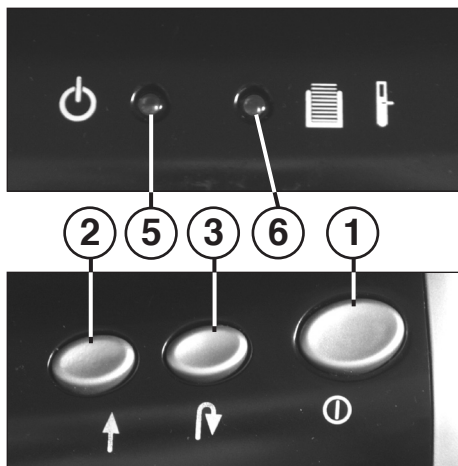

Abb. 1
- 1 = Druckschalter „Betriebsbereit“ (Abb. 1)
- 2 = Vorwärtstaste (Abb. 1)
- 3 = Rückwärtstaste (Abb. 1)
- 5 = Kontroll-Anzeige „Betriebsbereit“ (Abb. 1)
- 6 = Kontroll-Anzeige (rot / gelb) (Abb. 1)
Maschine am Druckschalter (1) (Abb. 1) einschalten. Die Kontroll-Anzeige (5) (Abb. 1) leuchtet auf.
Ist der Auffangbehälter für Papier gefüllt, schaltet die Maschine ab. Ein Signalton ertönt. Die Kontroll-Anzeige (6) (Abb. 1) leuchtet auf (rot).
- Den Auffangbehälter (9) mit Auffangschale (10) aus dem Gehäuse-Unterteil herausziehen.
- Der Signalton verstummt. Die Kontroll-Anzeige (6) (Abb. 1) erlischt.
Achten Sie darauf, daß die Maschine über Nacht ausgeschaltet ist (Druckschalter (1) (Abb. 1) betätigen).